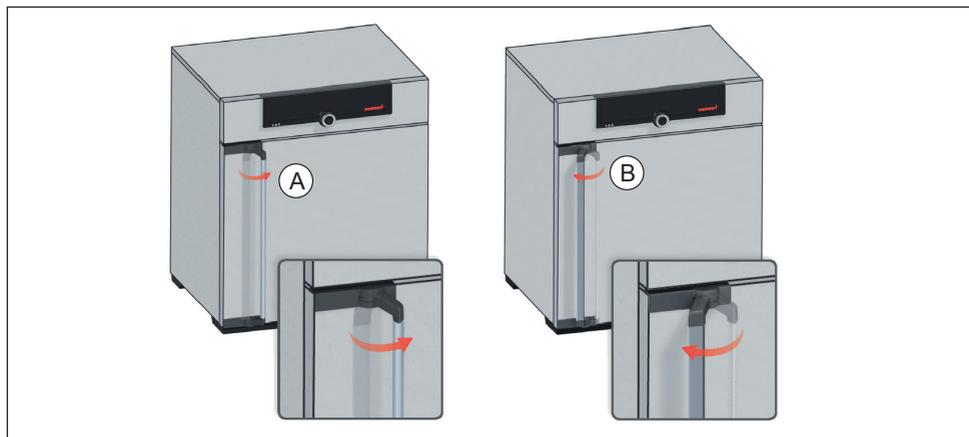

Abb. 11 Tür öffnen und schließen
- ▶ Zum Öffnen der Tür Türgriff zur Seite ziehen (je nach Türvariante links oder rechts, Abb. 11, A) und Tür ganz aufziehen.
- ▶ Zum Schließen Tür zudrücken und Türgriff zur Seite drücken (B).